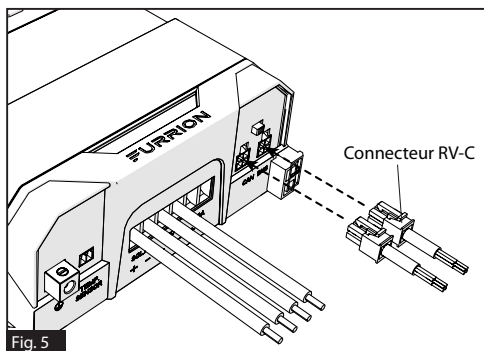

Fig. 5
5. Branchez le connecteur RV-C au régulateur MPPT. (Figure 5)